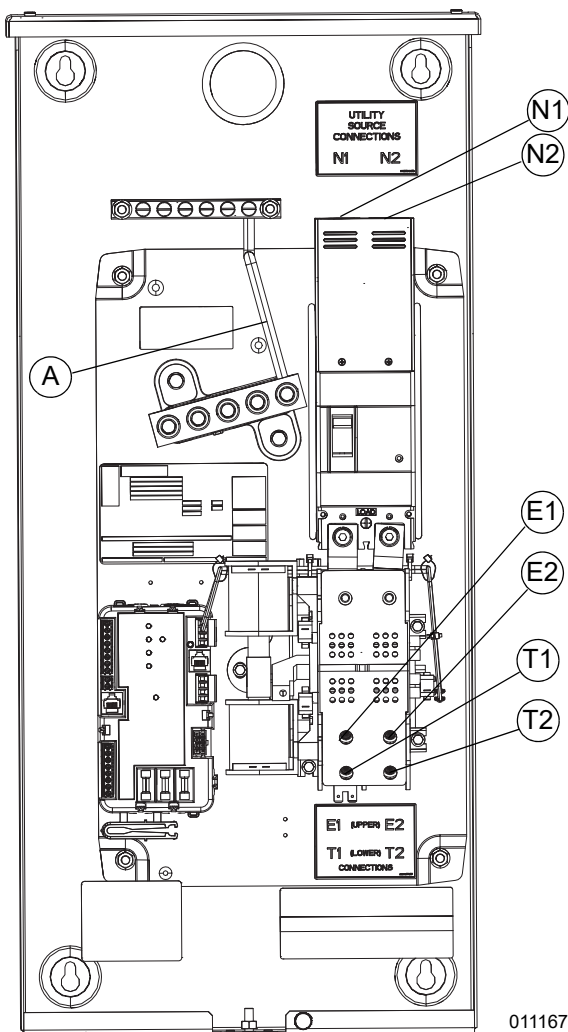

Figura 3-2. Conexiones de cableado, unidad de 200 A
2. Consulte la Figura 3-2. Conecte el conductor neutro de energía eléctrica con la barra de terminales de neutro. Los conductores de electrodo de conexión a tierra se pueden conectar a la barra de terminales de conexión a tierra del equipo (consulte NEC 250.24(A)(4)). Siga todas las especificaciones del par de torsión para las barras de terminales. Se proporciona un puente de